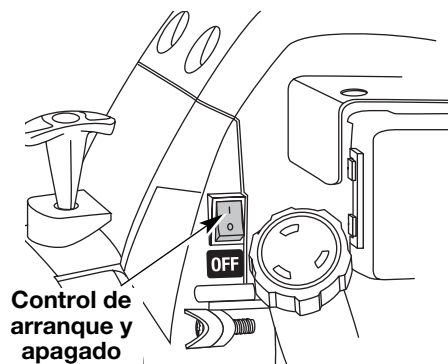

Fig. 6
3. Coloque el control de encendido y apagado en posición de ENCENDIDO (I) (Fig. 6).